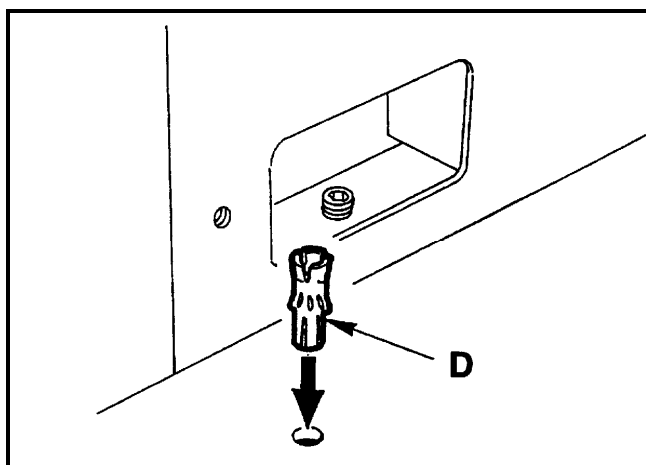

Fig. 05-03
- Percer et introduire les deux "bouchons STOP" "D" - **Fig. 05-03**